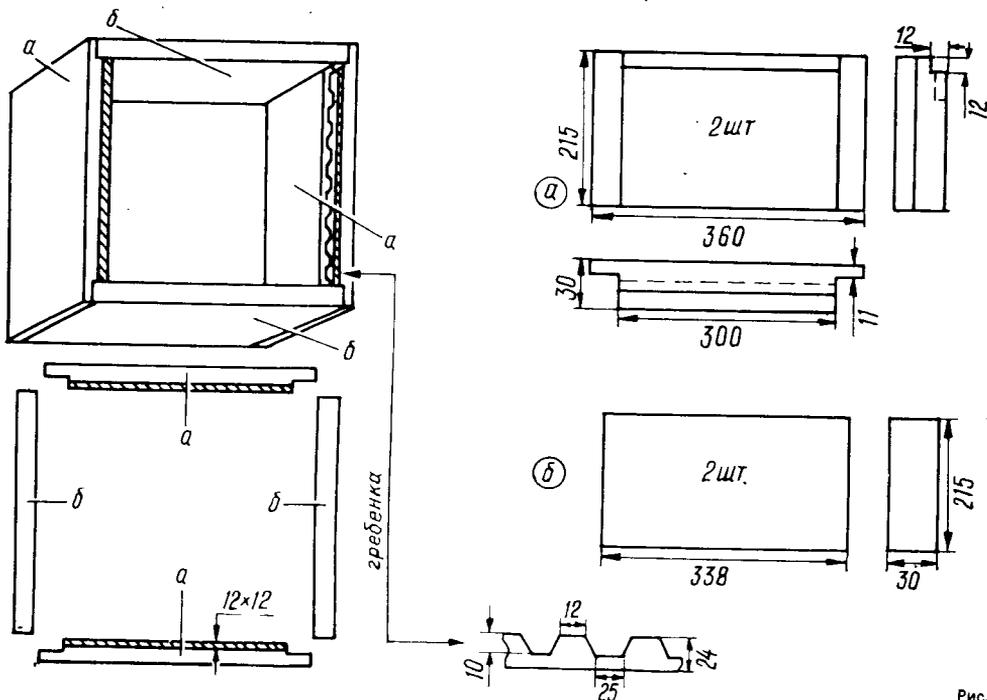

Рис. 3
**КОРПУС УЛЯ** (рис. 1.Б) изготавливается из 30-миллиметровых еловых или пихтовых заготовок (двух 360 x 230 мм и двух 338 x 230 мм), пропитанных льняным маслом. Сначала из них сбивается четырехстенный каркас с внешним периметром 4 x 360 мм, затем корпус доводится до 215 мм по высоте. В стенках „а” имеются уступы 12 x 12 мм для установки в них металлических гребенок, исключающих смещение рамок. Корпус рассчитан на 8 рамок. Рис. 3: а — передняя и задняя стенки, б — боковые стенки.